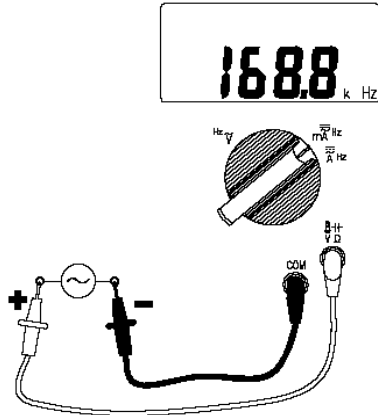

Рис.7.3
4. Подключить измерительные провода параллельно нагрузке/источнику (рис.7.3).